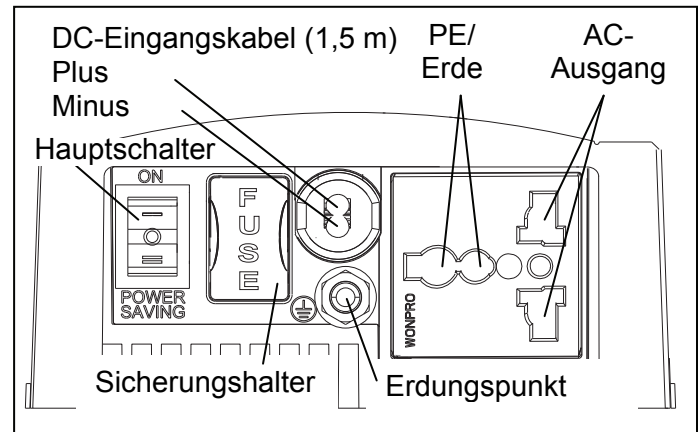

Abbildung 7: Überblick über die Anschlüsse
- Gehäuse-Erdung: Verwenden Sie ein Kabel AWG8 / 6 mm2, um den ERDUNGSPUNKT (Abbildung 7) an die zentrale Erdung anzuschließen.
Der Nullleiter N des AC-Ausgangs (Abbildung 7) wird NICHT an den Erdungspunkt angeschlossen!
3. AC-Spannung: die Last kann direkt in den AC-Ausgang gesteckt werden (Abbildung 7).